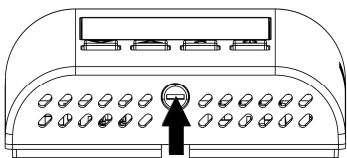

Fig. 4
- 2 Skub, med hjælp fra en skruetrækker, plastikfligen i rillen i bunden for at løfte dækslet en smule (fig. 4).